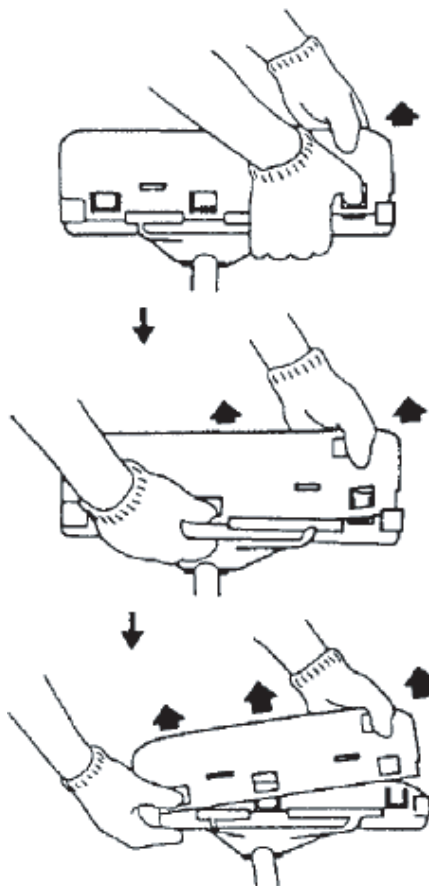

Fig. 13
- Pour enlever l'extension de protection, référez-vous aux illustrations. Portez des gants, l'extension possédant un limiteur aiguisé, puis poussez les quatre attaches carrées sur le protège-lame l'une après l'autre dans l'ordre. (Fig. 13)